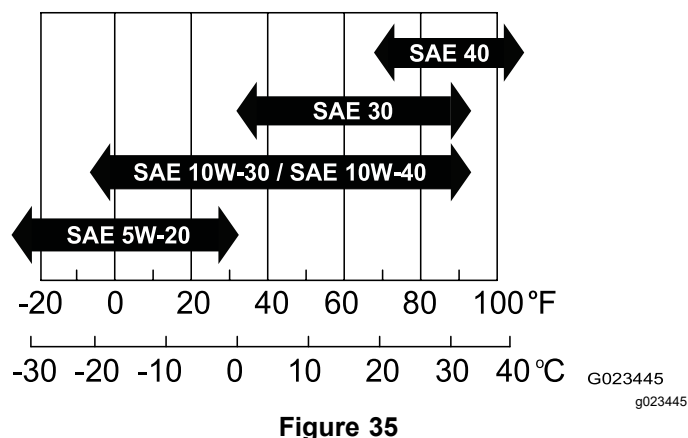

Figure 35
- **Viscosité :** SAE 30; voir le tableau ci-après pour d'autres viscosités (Figure 35) :